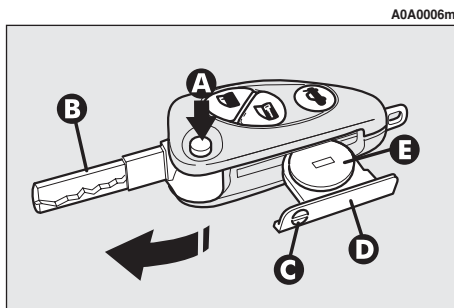

fig. 5
- premere il pulsante (A-fig. 5) e portare l'inserto metallico (B) in posizione di apertura;
- mediante l'utilizzo di un cacciavite a punta fine, ruotare il dispositivo di apertura (C) ed estrarre il cassetto portabatteria (D);
- sostituire la pila (E) rispettando le polarità indicate;
- reinserire il cassetto portabatteria nella chiave e bloccarlo, ruotando il dispositivo (C).